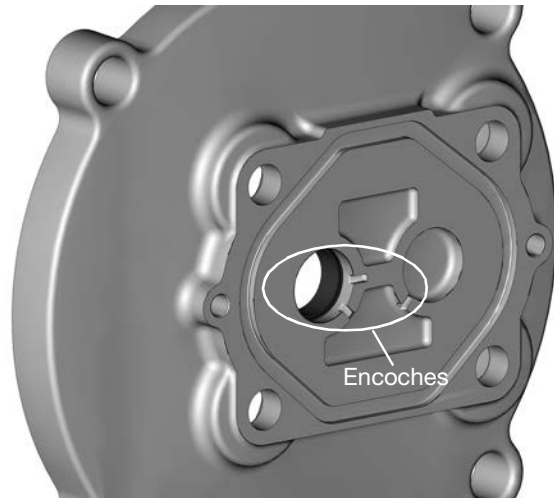
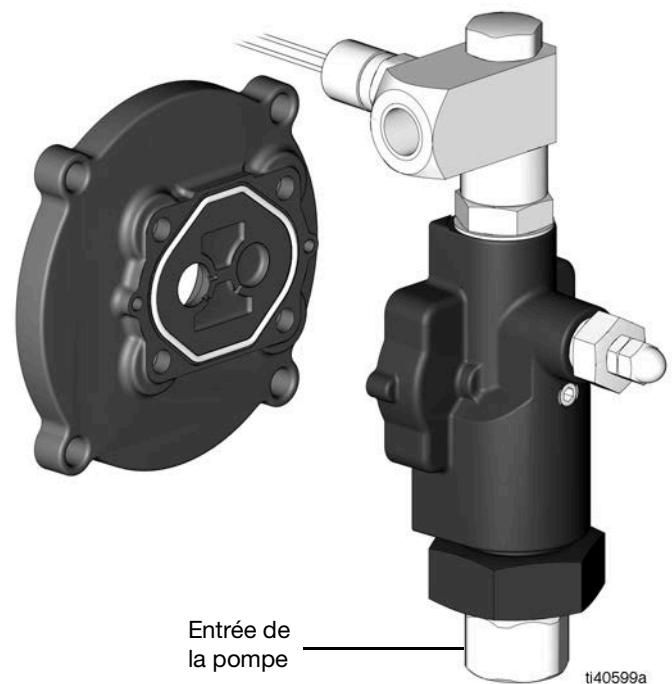

FIG. 37
FIG. 38
3. Positionnez la plaque d'adaptateur sur le boîtier de pompe de manière à ce que les encoches soient dirigées vers l'entrée de la pompe (FIG. 37 et FIG. 38).